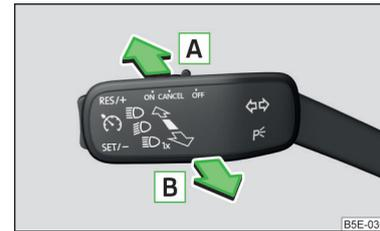

Abb. 51
- › Den Bedienungshebel in Stellung **A** (gefederte Stellung) » **Abb. 51** stellen.
- › Wenn das Fernlicht gerade automatisch eingeschaltet **ist**, den Hebel in Stellung **B** (gefederte Stellung) » **Abb. 51** stellen.